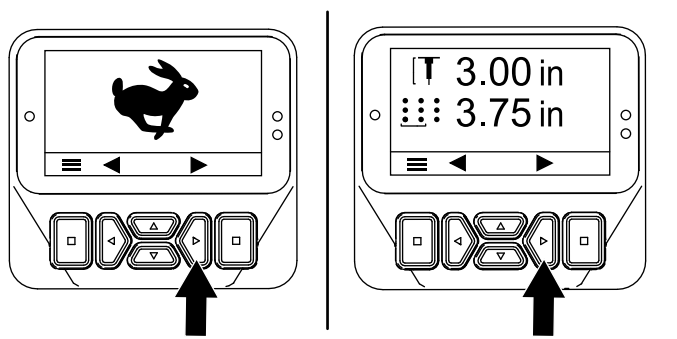
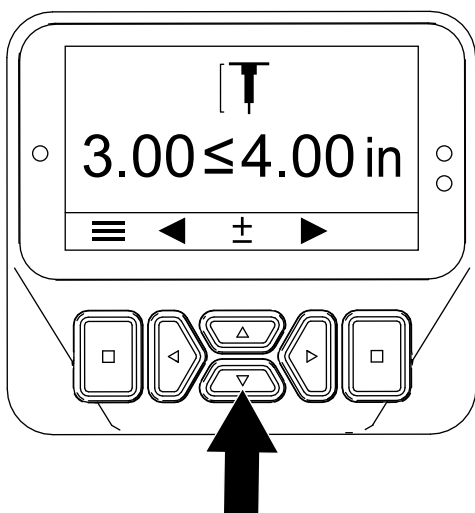

Figura 51
Figura 52
3. Pulse el botón derecho hasta que aparezca la pantalla Ajuste de la profundidad de las perforaciones (Figura 51 y Figura 52).
4. Ajuste la profundidad de las perforaciones usando los botones Arriba y Abajo (Figura 52) como se indica a continuación: